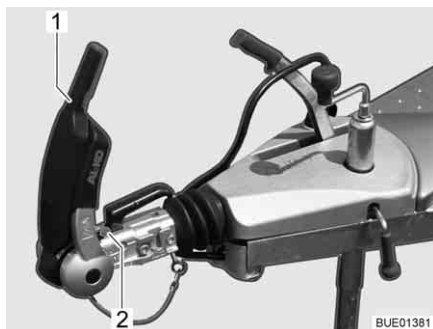

Fig. 199 Indicateur garnitures de friction avant et arrière
- Ouvrir la poignée de stabilisation (Fig. 199,1).
Le contrôle s'effectue au moyen de l'indicateur disposé en amont de la poignée d'attelage (Fig. 199,2).